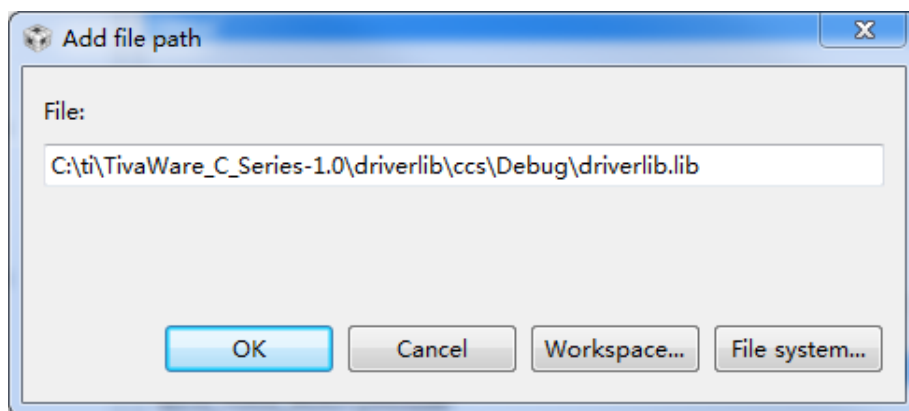
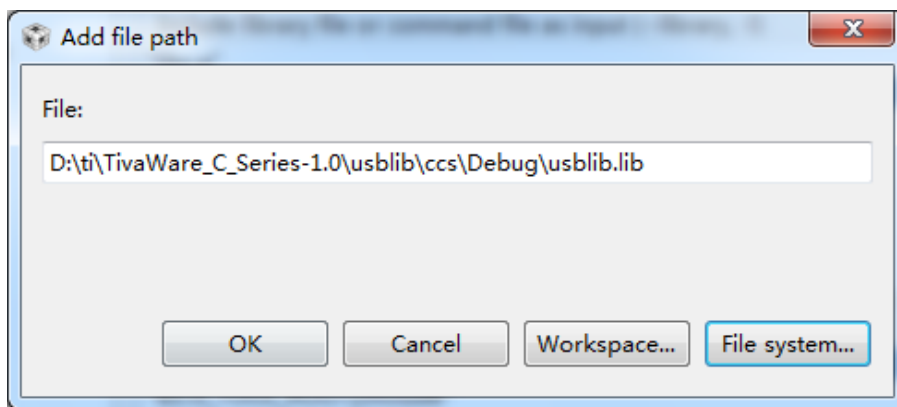

图 3-19 TivaWare 外设驱动库的引用
图 3-20 TivaWare USB 库的引用
- (1) 完成硬件的连接，将 LanuchPad 通过 USB 接口连接至 PC 机，此次实验需要将两个 USB 接口都通过 USB 连接线连接至 PC。其中 DEBUG 所标记的是程序烧录和调试的端口，DEVICE 所标记的是 USB 通信端口。完成连接后，将模块上的 Power Select Switch 开关拨到 DEBUG 位置。
- (2) 建立新的 CCS 工程，工程名为“CH3\_2”，将工程放入到新建的文件夹“CH3\_2”中。
- (3) 设置工程的编译属性中的包含路径，第一章和前面的实验都有描述。
- (4) 设置工程的链接属性。将 TivaWare 的外设驱动库（driverlib.lib）以及 USB 库（usb.lib）加入到工程中，以便引用。加入 TivaWare 外设驱动库和 USB 库的过程就是找到这两个库的位置的过程。在工程的属性对话框中选“ARM Linker”下的“File Search Path”，在“Include library file or command file as input”中加入对 TivaWare 外设驱动库引用以及 USB 库引用。添加过程需要分别操作，如图 3-19 和图 3-20 所示。